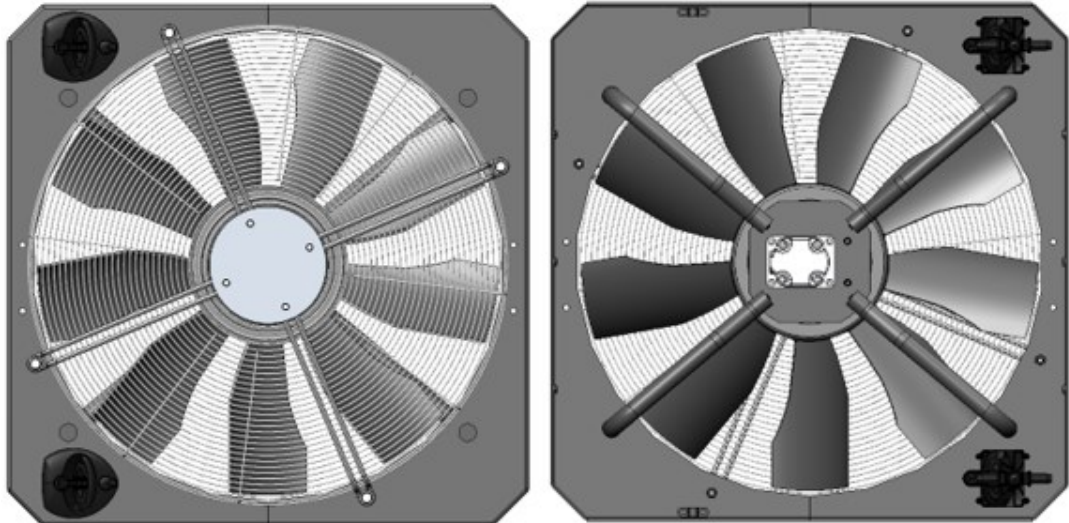

Рисунок 5.58. Крыльчатка вентилятора
► Осмотреть крыльчатку вентилятора на наличие повреждений рис. 5.58.